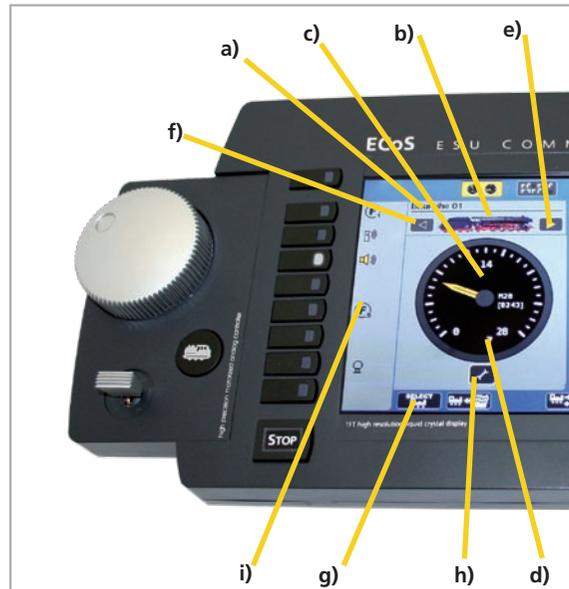

Figura 6
- Gire el acelerador a la derecha y la locomotora comenzará a moverse. En el velocímetro se mostrará la velocidad correcta de inmediato mientras que también se muestran los pasos para un control preciso de velocidad (figura 6) d).